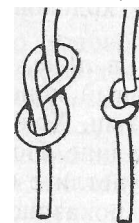

Рис. 32. Узел «восьмерка».
**Узел «восьмерка» или «скрипка»\*** (рис. 32). Несколько сложнее простого узла. Его преимущество состоит в том, что он не затягивается слишком сильно и его всегда легко распустить. Очень часто он используется не только как узел на конце троса,